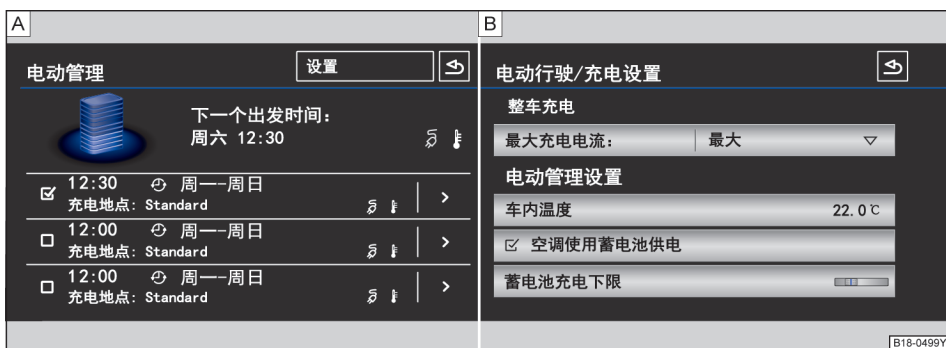

图 116 信息娱乐系统屏幕：充电设置
– 通过信息娱乐系统  - 电动管理，进行延迟充电的相关设置 ⇒ 图 116 A ⇒ 第 32 页。